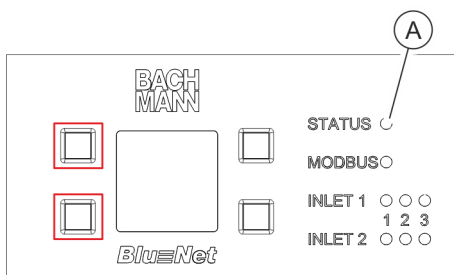

Fig. 85: Pantalla con botones de mando
5. Mientras se reinicia, pulse los botones situados a la izquierda junto a la pantalla (Fig. 85/marcados en rojo).
6. Espere hasta que el LED de estado se ilumine en blanco (Fig. 85/A).
7. Suelte los dos botones situados a la izquierda junto a la pantalla (Fig. 85/marcados en rojo).